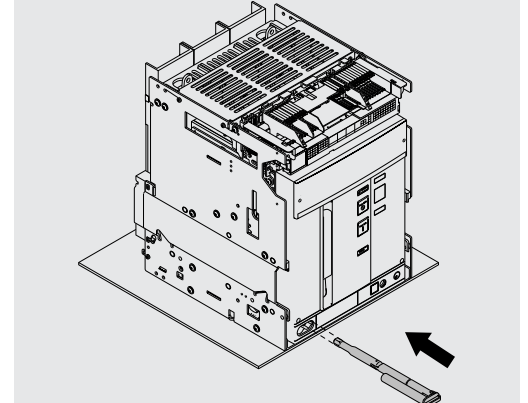

Abbildung 98
13. Die Handkurbel in ihren Ruhesitz zurückstecken. Siehe Abbildung 98.